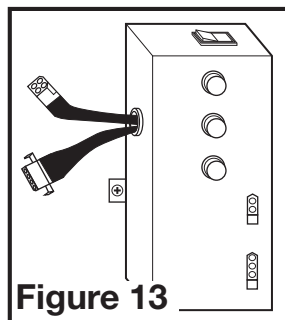

Figure 13
- 3b. **MODÈLES AVEC DÉTECTION DE MOUVEMENT:** Branchez les câbles de moteur de connexion rapide à 2 broches et 3 broches du ventilateur dans la prise correspondante située sur le couvercle du compartiment de câblage. Ces câbles ne s'insèrent que d'une façon dans les logements (Figure 13).